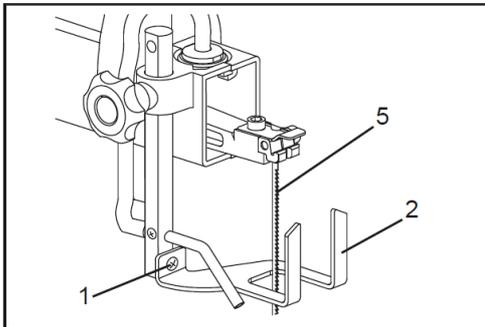
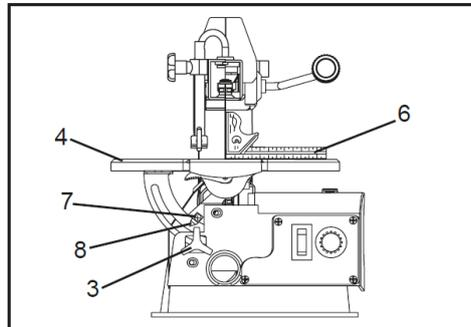

Fig. 8
Fig. 9
90° (0°) RÉGLAGE DU BISEAU (FIG. 8, 9)
1. Retirez le pied du protège-lame (2) à l'aide du tournevis Phillips® pour desserrer la vis (1). (Figure 8)
2. Desserrez le bouton de verrouillage de la table (3) et déplacez la table (4) jusqu'à ce qu'elle soit approximativement à angle droit avec la lame. (Figure 9)
3. Utilisez une équerre combinée (6) pour positionner la table exactement à 90° (0°) par rapport à la lame (5). S'il y a de l'espace entre l'équerre et la lame, ajustez l'angle de la table jusqu'à ce que l'espace soit fermé. (Figure 9)
4. Verrouillez le bouton de verrouillage de la table (3) sous la table (4) pour l'empêcher de bouger.
5. Lorsque la lame est exactement à 90° (0°) de la table, desserrez la vis indicatrice de biseau (7) avec un tournevis Phillips®.
6. Réglez l'échelle de biseau (8) sur la marque « 0 » sur l'échelle de biseau et resserrez la vis indicatrice (7).
7. Fixez le pied du protège-lame (2) avec le tournevis cruciforme afin que le pied repose à plat contre la table et serrez. (Figure 8)